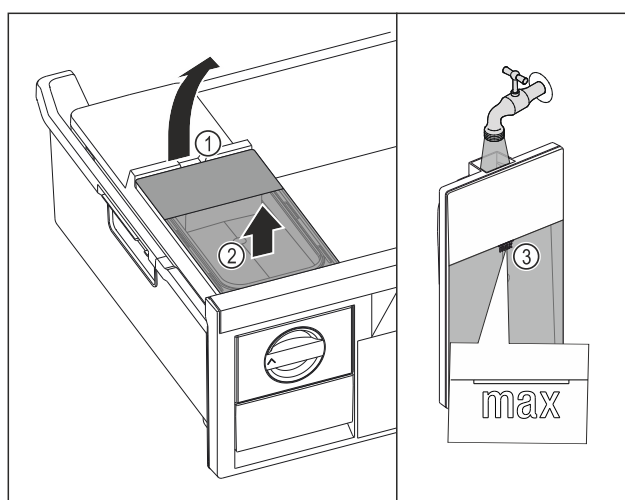

Fig. 81
- ▶ Zbiornik wody unieść za wycięcia Fig. 81 (1).
- ▶ Wyjąć zbiornik wody do góry. Fig. 81 (2)
- ▶ Zbiornik wody napełnić wodą pitną aż do oznaczenia Fig. 81 (3).